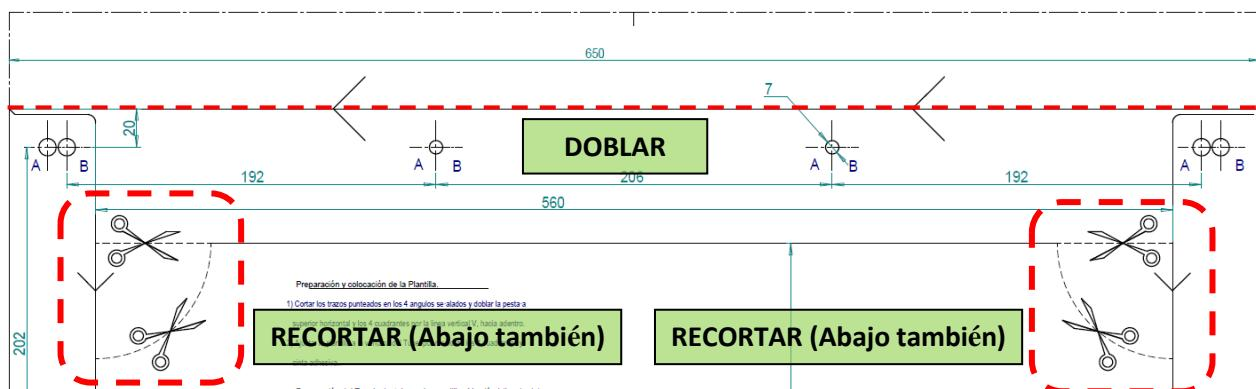

Imagen 2.- Cortar y doblar la plantilla
- Tras desdobljar la plantilla suministrada con el túnel de secado, debe cortar los trazos indicados mediante unas tijeras en los 4 ángulos señalados y doblar hacia dentro la pestaña señalada en la parte superior, que debe apoyarse en el techo de la salida de la máquina (zona de aclarado. **Ver imagen 2 y 3**). Centrar la plantilla con ayuda de cinta adhesiva.